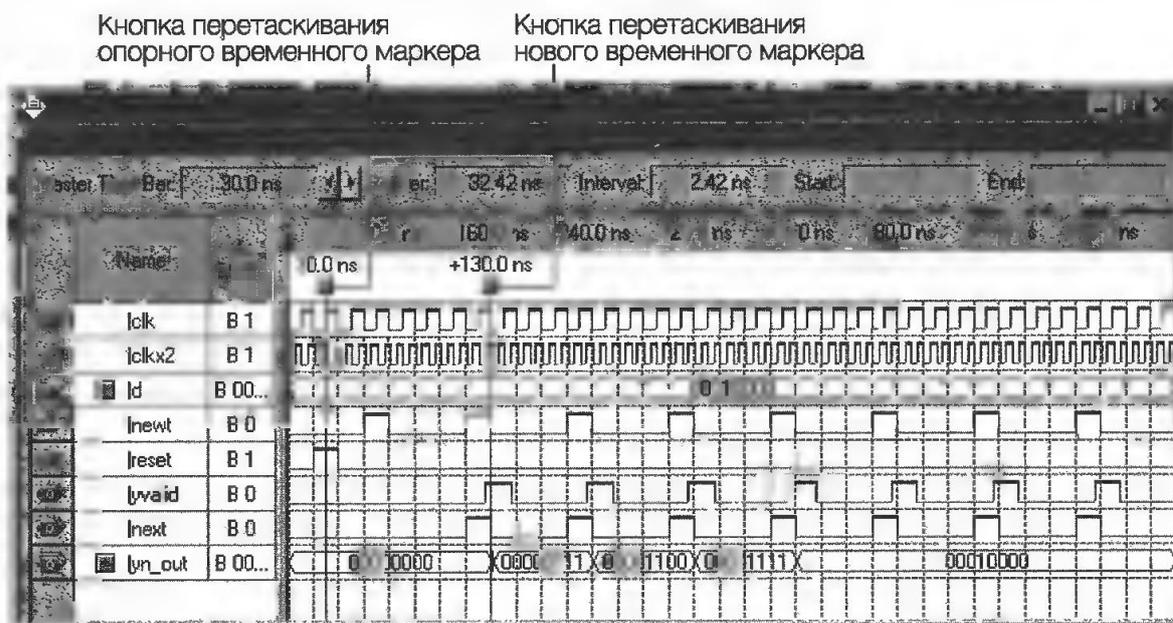

Рис. 3.76
5. Нажмите кнопку **ОК**. Созданный временной маркер появится на временной диаграмме в точке **160.0 ns**. Над маркером отображается интервал **+130.0 ns** между первым и вторым временными маркерами (рис. 3.76).